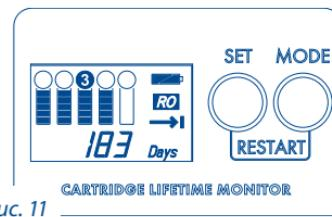

Рис. 11
- Последовательными нажатиями кнопки MODE выберите режим отображения срока годности в днях (Рис. 11).